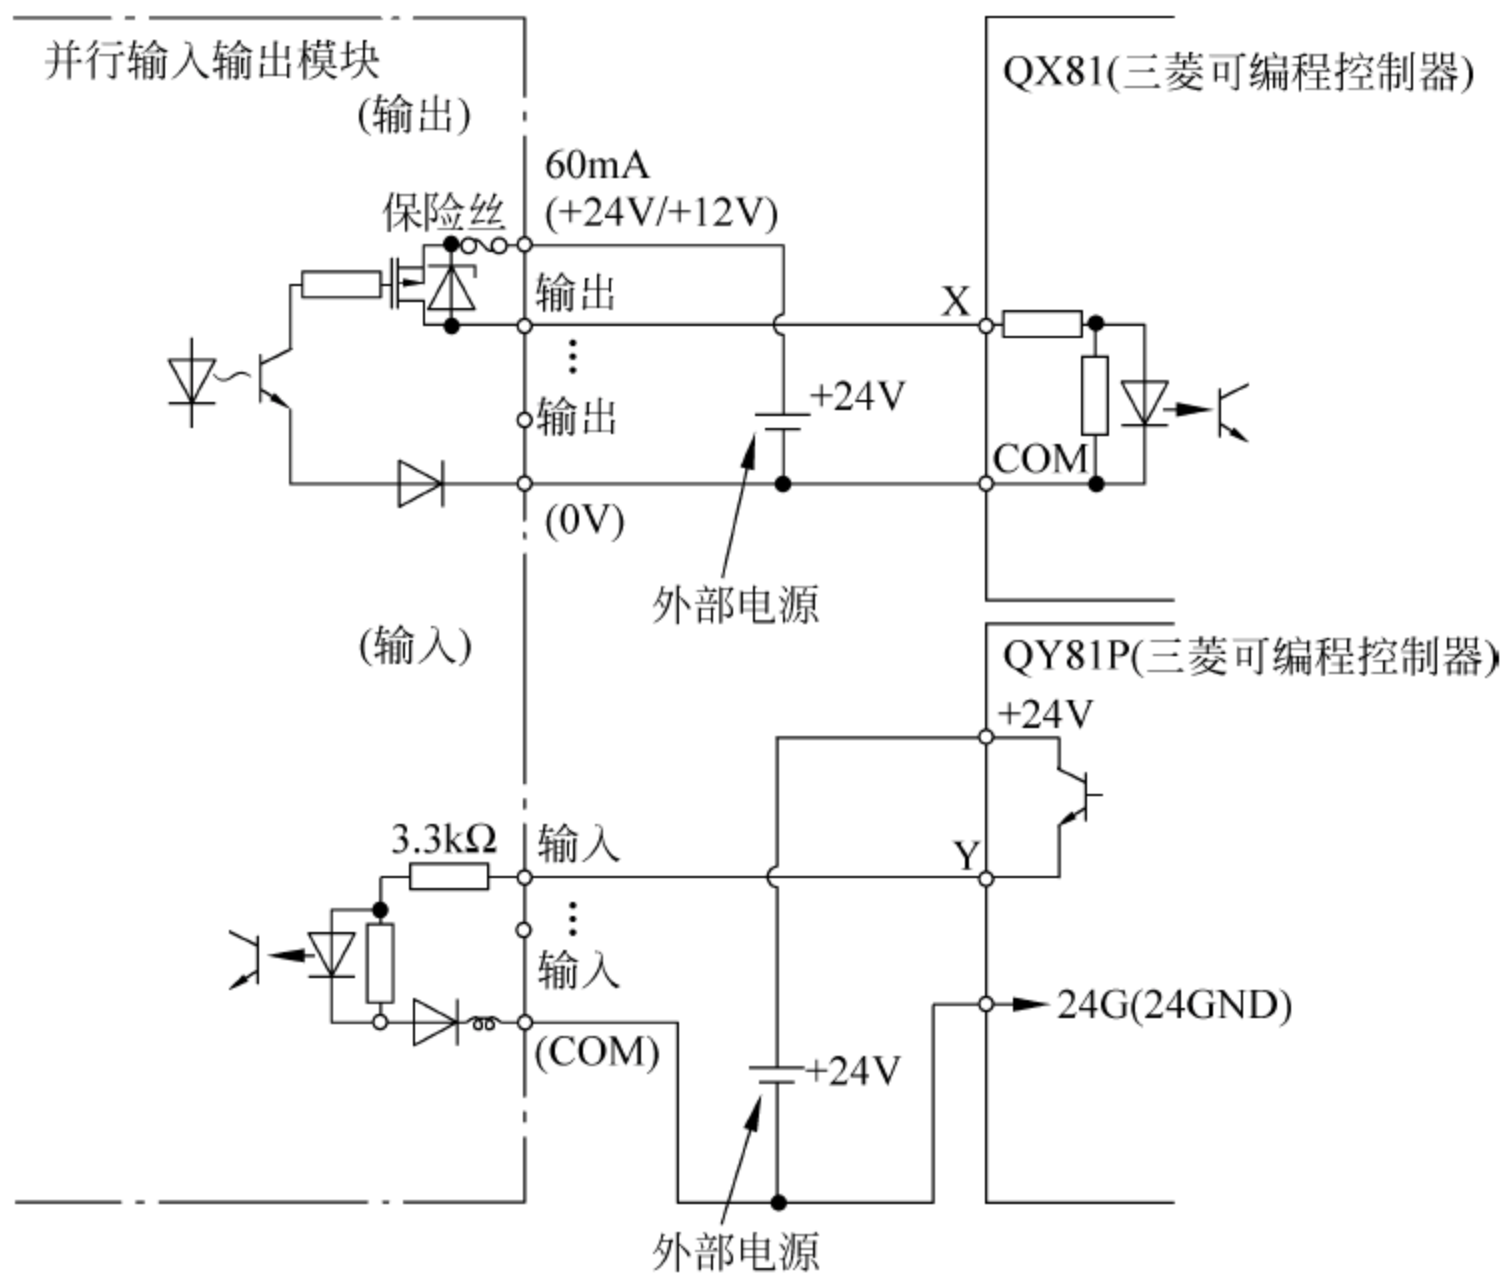

图 2-13 2D-TZ378 与 PLC 输入输出模块的连接图
如图 2-13 所示是 2D-TZ378 与 PLC 输入输出模块的连接图。其中,QX81 是 PLC 输入模块,QY81P 是 PLC 输出模块。
(1) 源型输出电路。在图 2-13 中,由外部 DC24V 电源给输出部分的三极管提供工作电源,所以必须在规定的点接入外部 DC24V 电源。在“电源—开关—负载”回路中,电流的流向是“DC24V+—开关点(TZ378)—负载(QX81)—(DC0V)。”
(2) 源型输入电路。其流向是“DC24V+—开关点(QY81P)—负载(TZ378)—COM (DC0V)”。